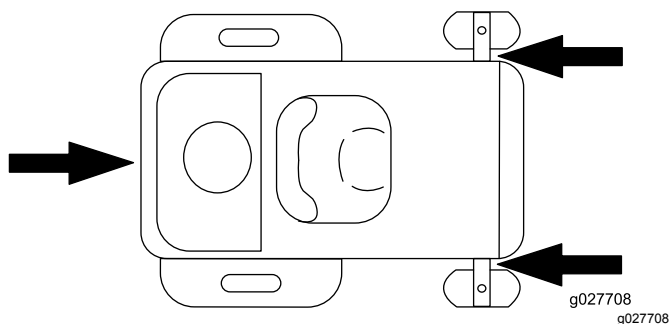

Figure 33
- Arrimez solidement la machine sur la remorque ou le camion à l'aide de sangles, chaînes, câbles ou cordes. Utilisez uniquement les quatre points d'attache désignés de la tondeuse : deux à gauche et deux à droite (Figure 33). Utilisez ces points même pour transporter la tondeuse équipée d'un accessoire. L'utilisation de points non désignés risque d'endommager la tondeuse et/ou l'accessoire.